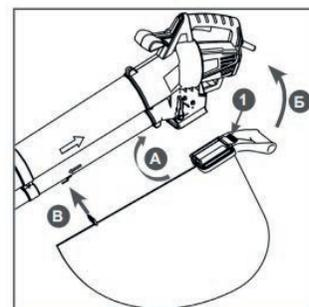

Рис. 6 Установка мусоросборника
6. Установите мусоросборник, как показано на Рис. 6:
В) Зацепите переднюю петлю мусоросборника за крючок на верхней трубе (Рис. 6).